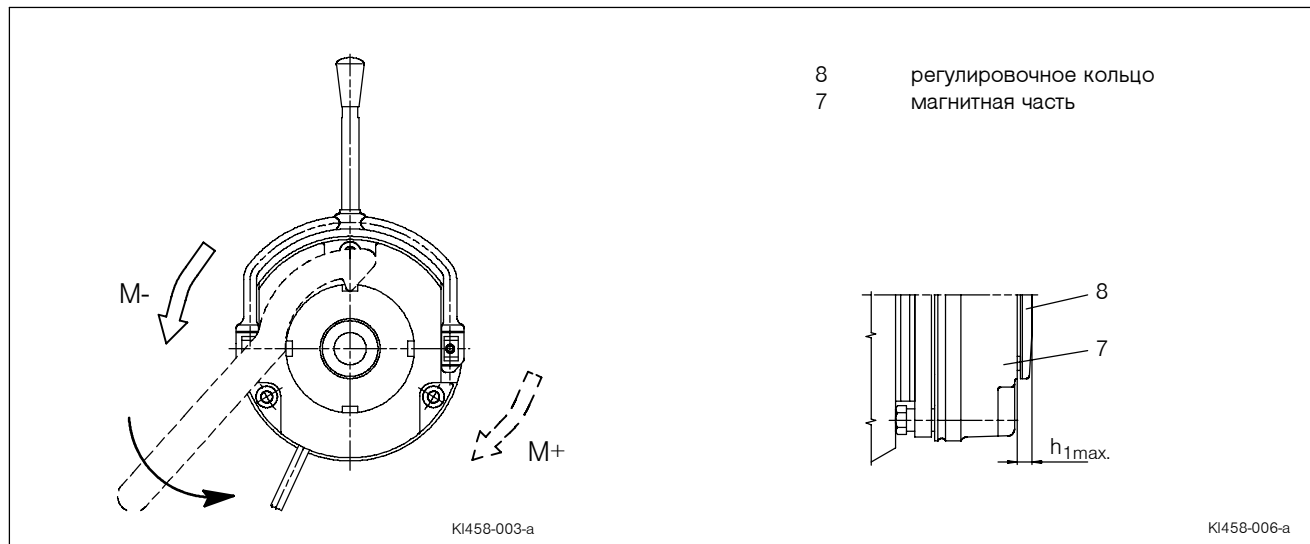

Рис. 18
1. Потяните за рычаг (Рис. 18) с усилием около 150 Н до тех пор, пока сопротивление значительно не увеличится.